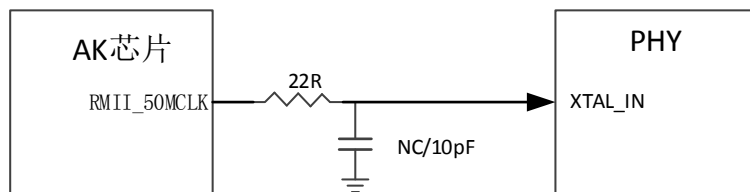

图 2-22 时钟连接电路
- 3) OPCLK 为 PHY 提供 50MHz 的频率信号，此信号易受到干扰，需靠近管脚放置一个 22R 匹配电阻和 10pF 电容（后者预留位置即可）如图 2-22 所示。